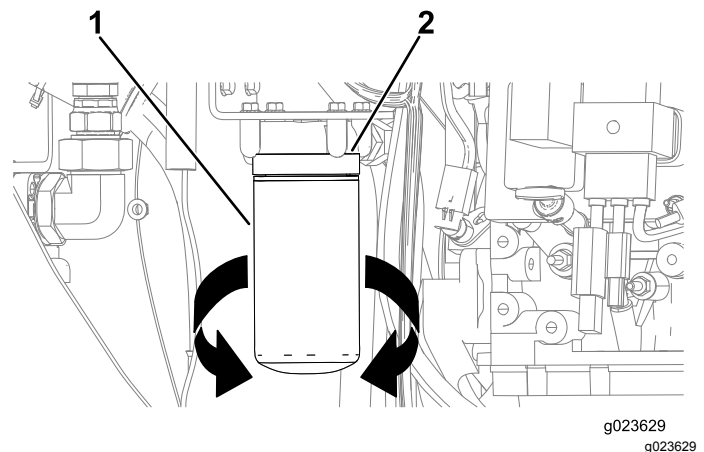

Figura 93
3. Coloque un recipiente o varios trapos debajo del filtro de aceite y del adaptador del filtro de aceite (Figura 93).
4. Gire el filtro de aceite en sentido contrario al de las agujas del reloj y retire el filtro de aceite (Figura 93).
8. Alinee el filtro de aceite con el adaptador y gírelo en sentido horario hasta que la junta del filtro de aceite entre en contacto con el adaptador del filtro de aceite (Figura 93).
9. Gire con la mano el filtro de aceite otra media vuelta (Figura 93).